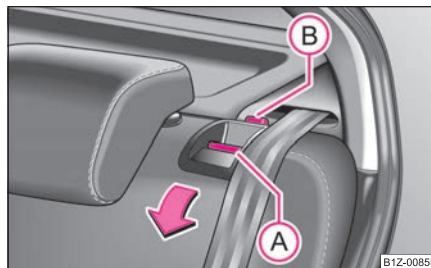

Fig. 66 Deblocarea spătarului
- Apăsați butonul de deblocare ① și pliați spătarul scaunului din spate ⇒ pagina 72, fig. 66.
- Asigurați-vă că punctul de culoare roșie ② este acoperit ⇒ pagina 72, fig. 66.